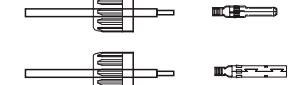

Abbildung 5.18 Führen Sie den Draht in die Steckerkappe und den Kontaktstift
2. Führen Sie den Draht in die Kontermutter und den Kontaktstift ein. (siehe Abbildung 5.18)